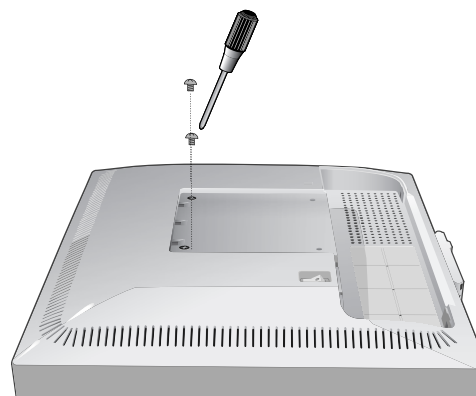

Figure M.5
6. Retirez les deux vis sur le haut du moniteur (**Figure M.5**). Le moniteur est maintenant prêt pour un montage différent.